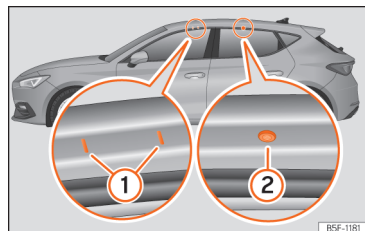

Fig. 199 Punctele de prindere pentru barele transversale pentru suportul pentru portbagajul de acoperiș (Leon).
Valabil pentru Leon: Punctele de fixare față și spate ① și ② sunt vizibile doar când ușile sunt deschise »» fig. 199.